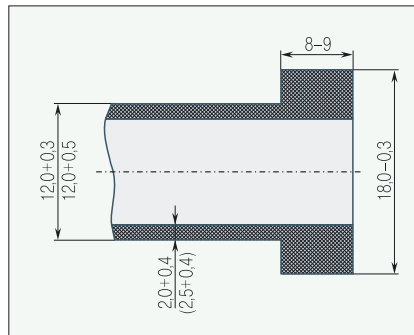

Рис. 3. Формованный утолщенный бурт под накидную гайку на водопроводной подводке
- с формованными утолщенными буртами на концах труб (рис. 3) для применения с накидными гайками;